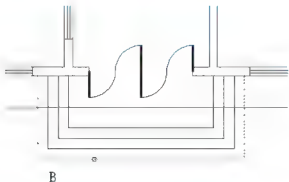

图 2.105 选择 B 线为剪切边界
(1) 在选择剪切边... , 选择对象或 全部选择 : 提示下, 选择台阶 B 线作为剪切边, 如图 2.105 所示。按 Enter 键进入下一步命令。